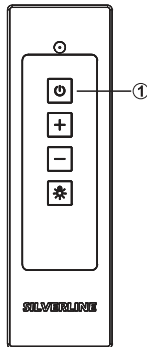

Abb. 16
- ➔ Um ihr Gerät zu starten drücken Sie auf der Fernbedienung die Taste  (Abb. 16).